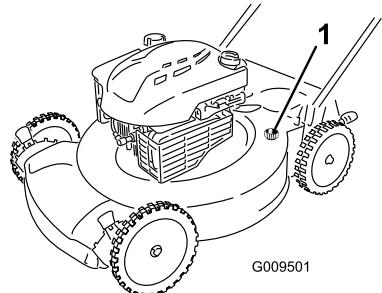

Figura 28
4. Introduzca una manguera de jardín conectada a un grifo en el orificio de lavado de la carcasa del cortacésped (Figura 28).